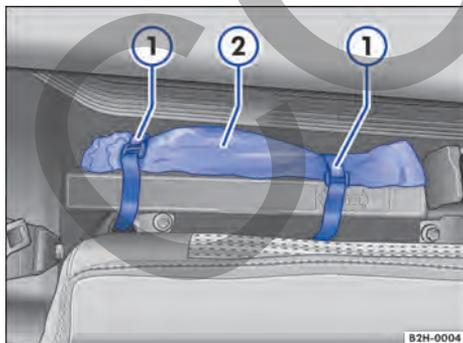

Fig. 137 Detrás del respaldo del asiento trasero: herramientas de a bordo (2).
- Suelte los cierres de velcro → Fig. 137 (1) y retire la bolsa (2).